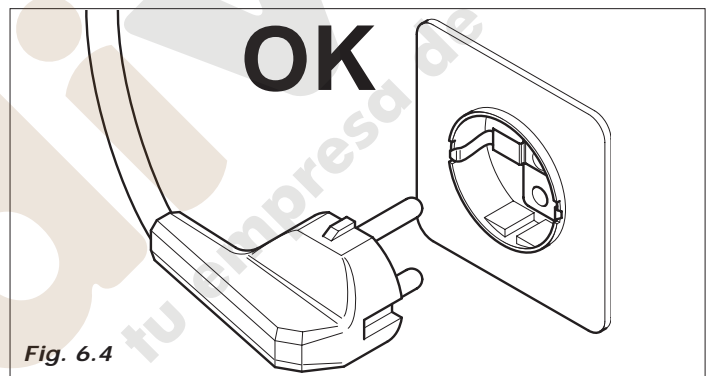

Fig. 6.4
- El distribuidor está dotado de un cable de alimentación H05VV-F 3x1,5 mm2, con clavija SCHUKO. (Fig.6.4).